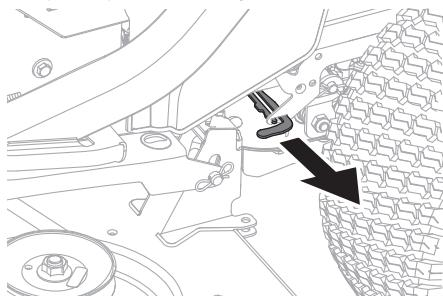

Figure 2
- Tirez sur la tige pour engager la tige de dérivation. Répétez l'opération pour l'autre côté (Figure 2).